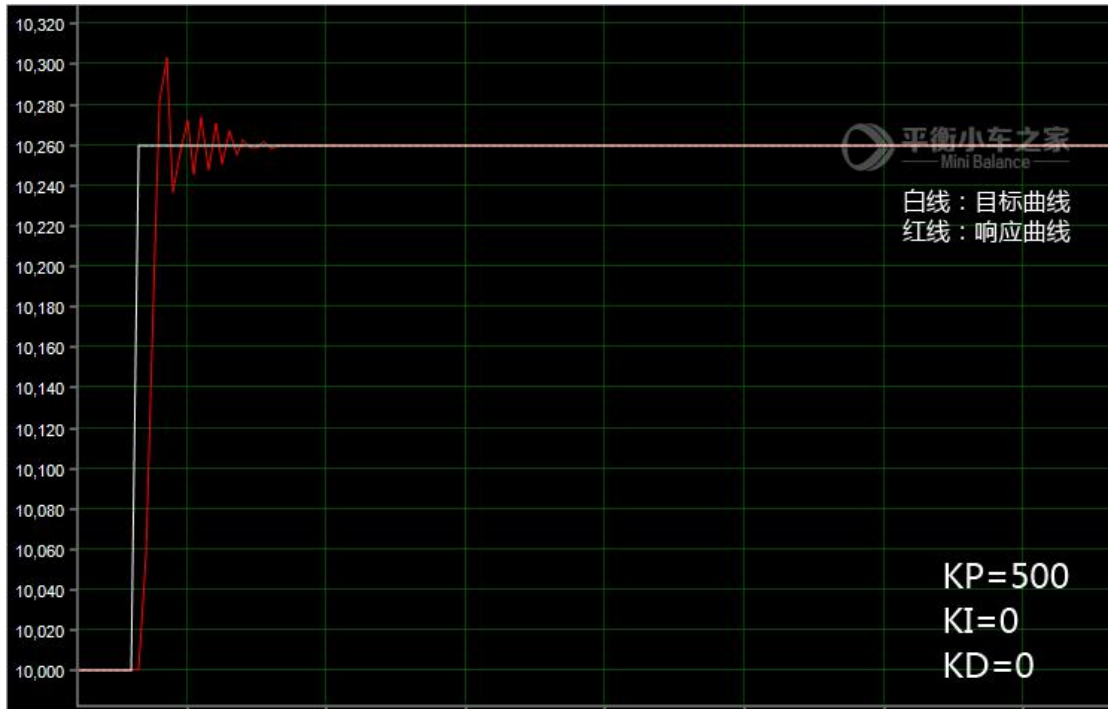

图 3
①  $KP=500$ ,  $KI=0$ ,  $KD=0$ . 响应曲线如图 3:
据图分析，加入微分控制之后，图 5 与图 3 相比，系统的震荡得到了抑制，震荡次数减少。事物都有两面性，微分控制也是弊端的。可以看到，系统的响应明显变慢了，因为引入微分控制相当于增大了系统的阻尼。这个时候我们需要结合 P 值和 I 值进行进一步的优化。